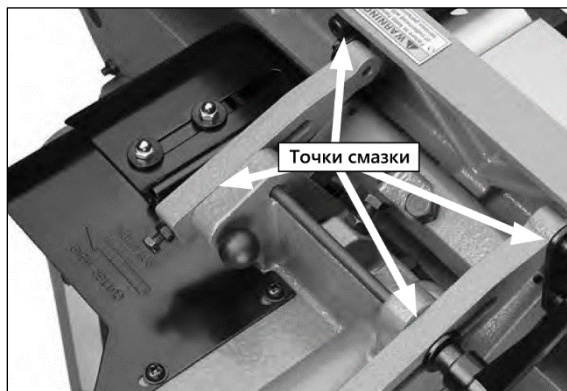

Рисунок 52.
- Параллельный упор (рис. 52). Капните одну или две капли машинного масла на подвижные части упора по необходимости.